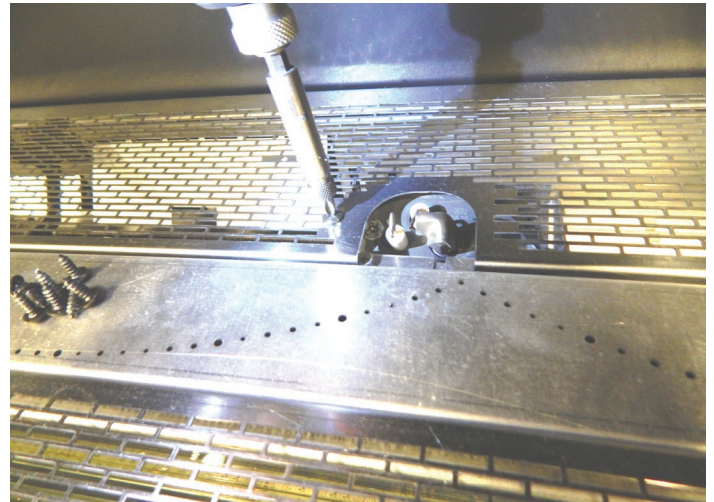

Figure 2
9. Retirer les neuf (9) vis Phillips à tête bombée qui fixent la grille qui recouvre le brûleur. **Voir Figure 2.** Soulever la grille du brûleur pour l'enlever et la mettre de côté.